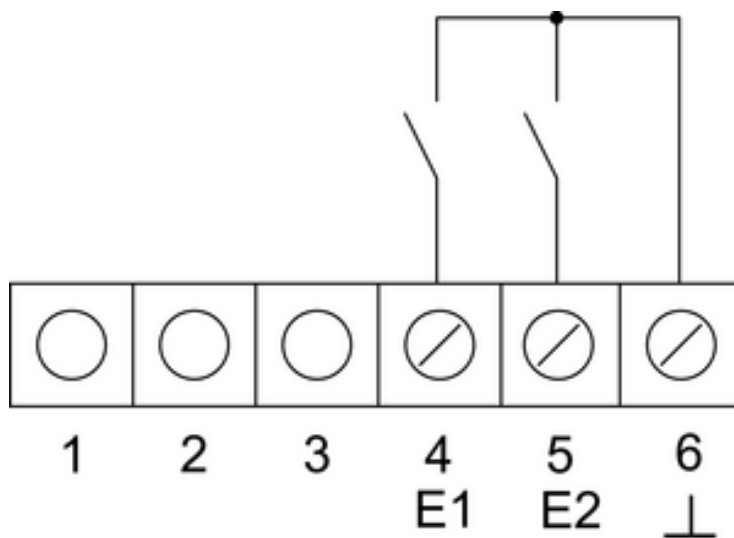

Рисунок 3: Подсоединение бинарных входов
- Снимите крышку (4).
- Отсоедините друг от друга клеммный блок (1) и электронную насадку (3).
- Подсоедините провод шины к соединительной клемме (9) в клеммном блоке.
- Бинарные входы: подсоедините оконные контакты, микропереключатели замыкающих и размыкающих контактов к клеммам 4, 5 и 6 клеммной колодки (8)(рисунок 3).
- Установите клеммный блок (1) в монтажную коробку. Обратите внимание на надпись **OBEN / TOP**. Подключение к шине должно располагаться внизу справа.
- Установите декоративную рамку (2) на клеммный блок (1).
- Правильно установите электронную насадку (3) в клеммный блок.